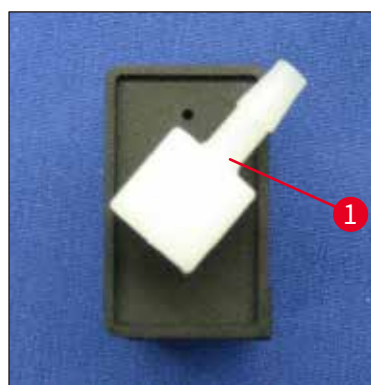

图 24
- » 如果将两个冲洗缸并排放置, 则必须将左边冲洗缸的接头 (→ 图 24-1) 校准, 如 (→ 图 24) 所示。